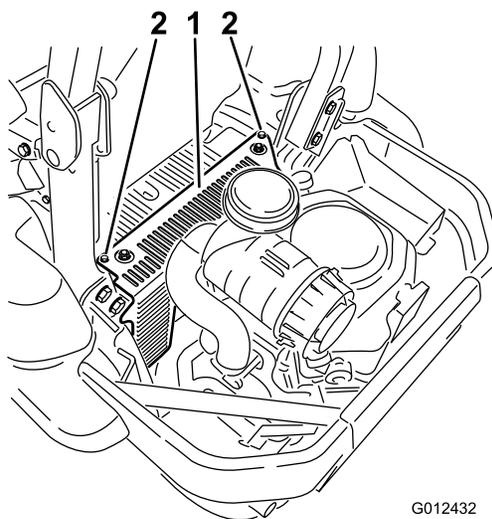

Figura 58
3. Retire o resguardo da unidade hidráulica e os 2 presos nele (Figura 58).
5. Instale o resguardo da unidade hidráulica (Figura 58).